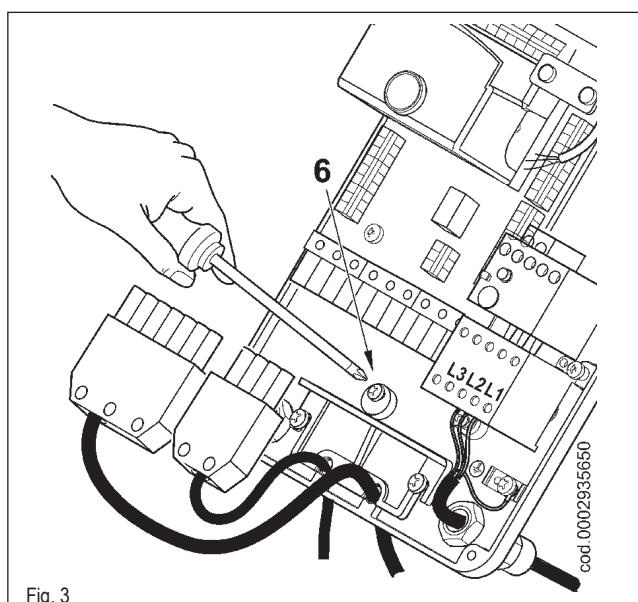
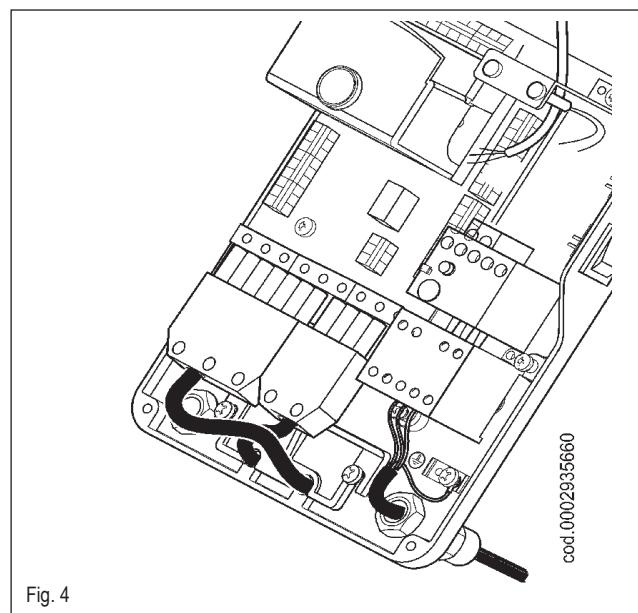

Fig. 3
Fig. 4
- Repositionner la plaque de serrage des câbles comme indiqué sur la figure 3. Tourner l'excentrique (6) de façon que la plaque exerce une pression adéquate sur les deux câbles puis serrer les vis qui fixent la plaque. Enfin, relier les deux fiches à 7 et à 4 pôles (voir fig.4)
- Pour refermer le couvercle du tableau électrique, visser les 4 vis (1) en exerçant un couple de serrage pour garantir une étanchéité correcte.